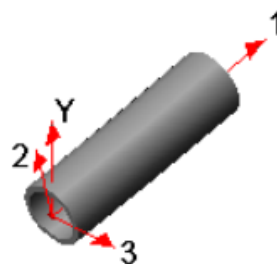

Рис. 5.7.1. Локальные оси опоры
1. Локальные оси опоры рассчитываются автоматически по трубам. 1-ая ось совпадает с осью трубы, 3-ая ось перпендикулярна оси трубы и глобальной оси Y, 2-ая ось перпендикулярна 1-ой и 3-ей осям (см. рис. 5.7.1.).